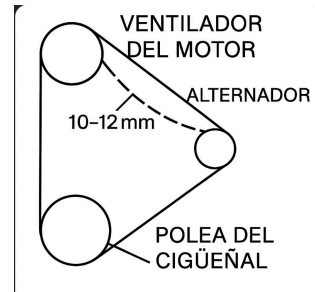

Fig. 6-30 Compruebe la tensión de la correa cónica.
① Compruebe la tensión de la correa cónica del generador. Para comprobar la tensión de la correa, puede presionar en el centro cuando la correa cónica se tense en las tres ruedas. Por lo general, lo adecuado es que haya una holgura de 10-12 mm (véase la fig. 6-30). Compruebe si hay un circuito abierto o un cortocircuito en los contactores de los cables de conexión.
② Compruebe si el amperímetro funciona bien y si el terminal del conector tiene buenas conexiones. Si el amperímetro Si no se mueve, debe desmontar el mazo de cables entre el terminal «F» (campo magnético) del conector del generador y el ajustador, conecte la «F» y el «+» del generador con un cable de latón, y aquí el ajustador no interviene en el circuito. Arranque el motor y acelere gradualmente. (Atención: las revoluciones del motor no deben ser demasiado altas para evitar dañar la célula rectificadora de silicio).